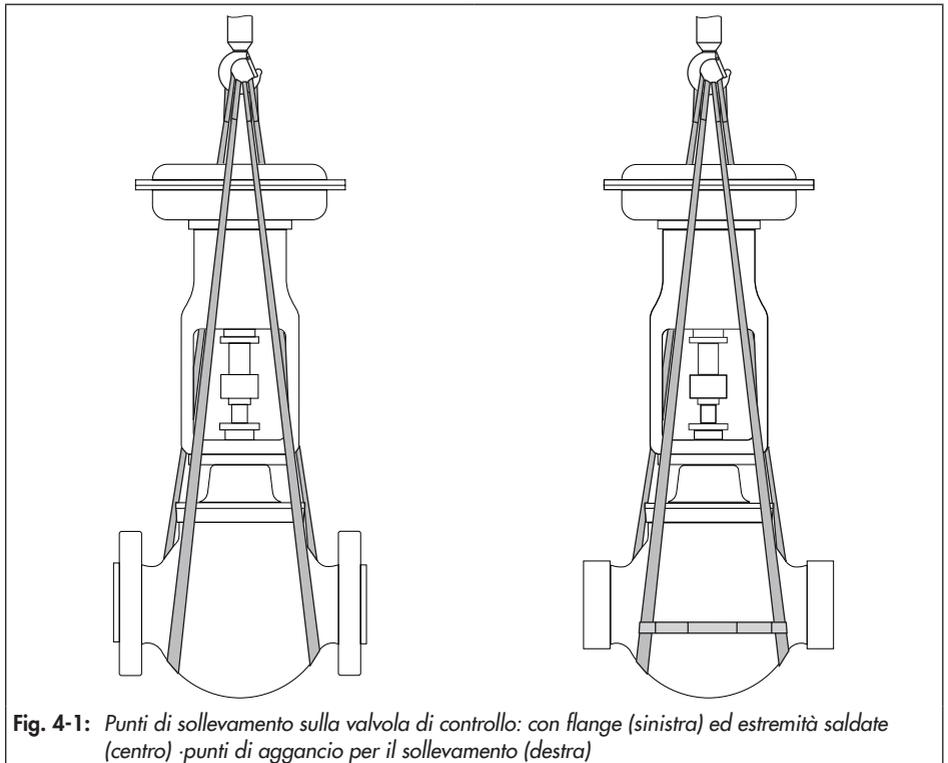

Fig. 4-1: Punti di sollevamento sulla valvola di controllo: con flange (sinistra) ed estremità saldate (centro) · punti di aggancio per il sollevamento (destra)
- Come mezzo portante utilizzare un gancio con chiusura di sicurezza, per impedire che le funi di sollevamento scivolino dal gancio durante il sollevamento e il trasporto, vedere Fig. 4-1.
1. Attaccare una braca di sollevamento (o altre funi di sollevamento adeguate) alle flange o alle estremità saldate dell'alloggiamento della valvola e al mezzo portante (ad es. gancio) della gru o del carrello elevatore, cfr. Fig. 4-1.